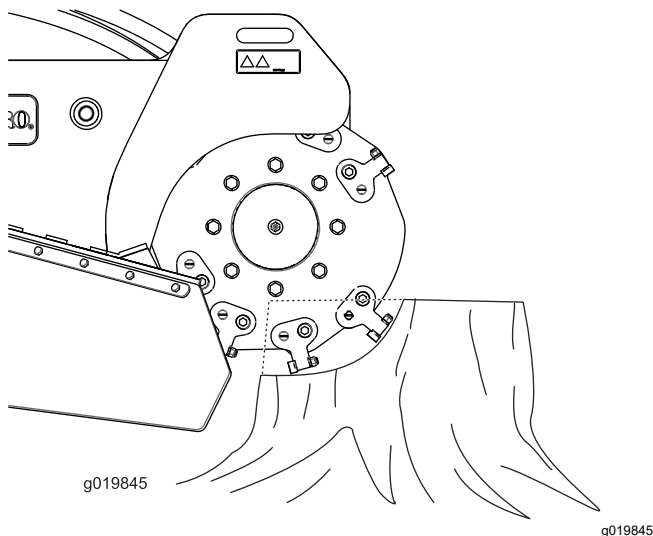

Bild 19
2. Positionieren Sie die Fräse mit dem Fräsensteuerhebel und dem Fahrtriebshebel zu einer Seite an der Vorderseite des Baumstumpfs, ca. 2,5 cm unter der Oberfläche (Bild 19).
4. Pendel Sie die Fräse langsam mit dem Fräsensteuerhebel über die Oberfläche des Baumstumpfs und schneiden Sie Splitter ab (Bild 19).